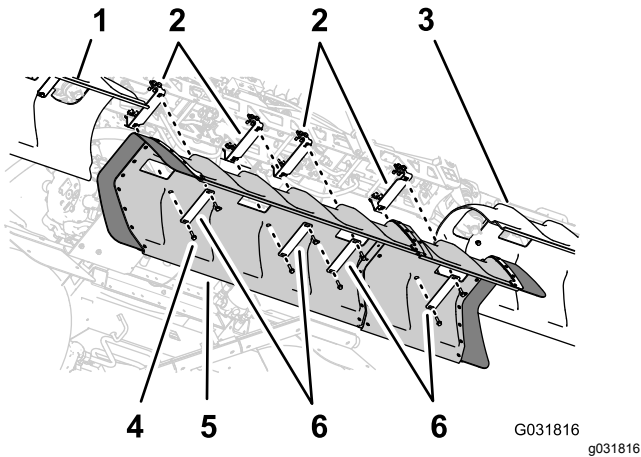

Figure 152
1. Alignez les trous dans le couvercle de la section centrale et ceux dans les supports du couvercle (Figure 152).
2. Alignez les trous dans 2 des brides de couvercle que vous avez retirées à l'opération 1 de 6 Dépose du couvercle de la section centrale (11 buses) du kit rampe couverte en option (page 15) et les trous dans le couvercle et 2 des supports (Figure 152).
4. Alignez les trous dans les 2 brides de couvercle (réf. Toro 120-0629) sur les 4 trous restants dans le couvercle et les 4 trous restants dans les supports (Figure 152).
5. Fixez les brides et le couvercle aux supports (Figure 152) à l'aide des 4 boulons à embase (5/16 x 1-1/4" – réf. Toro 323-36)